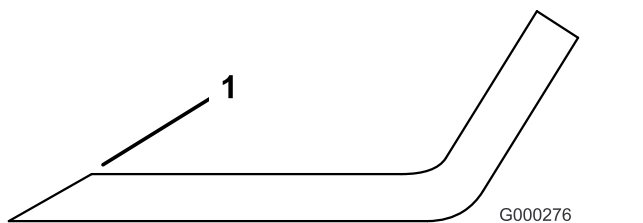

Figura 110
- Utilize uma lima para afiar aresta de corte em ambas as extremidades da lâmina (Figura 110).
**Nota:** Se lâmina não estiver equilibrada, lime algum metal da extremidade da aba apenas (Figura 110).